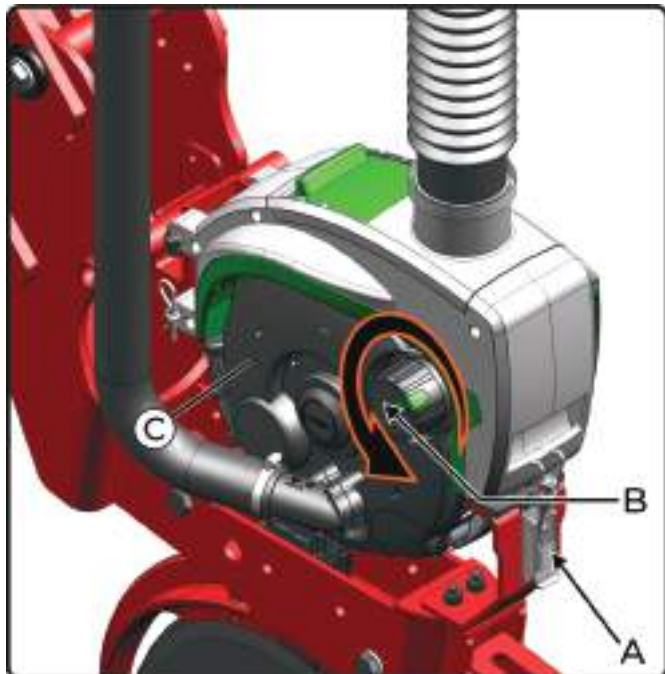

fig. 95
- 1- Solte o grampo de fixação (A) (fig. 95). Gire a manopla (B) para abrir a tampa lateral (C).